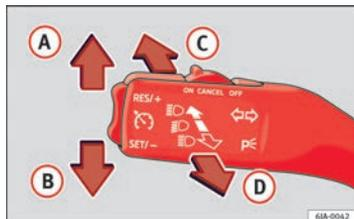

Abb. 58 Blinklicht- und Fernlichthebel
- Ziehen Sie den Blinklichthebel ⇒ Abb. 58 zum Lenkrad, schieben Sie ihn gleichzeitig nach unten und halten Sie ihn in dieser Position.
- Ziehen Sie den Blinklichthebel ⇒ Abb. 58 zum Lenkrad, schieben Sie ihn gleichzeitig nach oben und halten Sie ihn in dieser Position.
- Drücken Sie den Hebel ⇒ Abb. 58 nach oben (A) bzw. nach unten (B).
- Drücken Sie den Hebel ⇒ Abb. 58 nach vorn in Pfeilrichtung (C).
- Das Fernlicht schalten Sie ab, indem Sie den Hebel zum Lenkrad in Pfeilrichtung (D) drücken.
- Ziehen Sie den Hebel ⇒ Abb. 58 zum Lenkrad (gefederter Stellung) in Pfeilrichtung (D).
- Ziehen Sie den Blinklichthebel ⇒ **Abb. 58** ⇒ Seite 102 nach oben, bzw. nach unten - das Parklicht auf der rechten bzw. linken Fahrzeugsseite wird eingeschaltet.